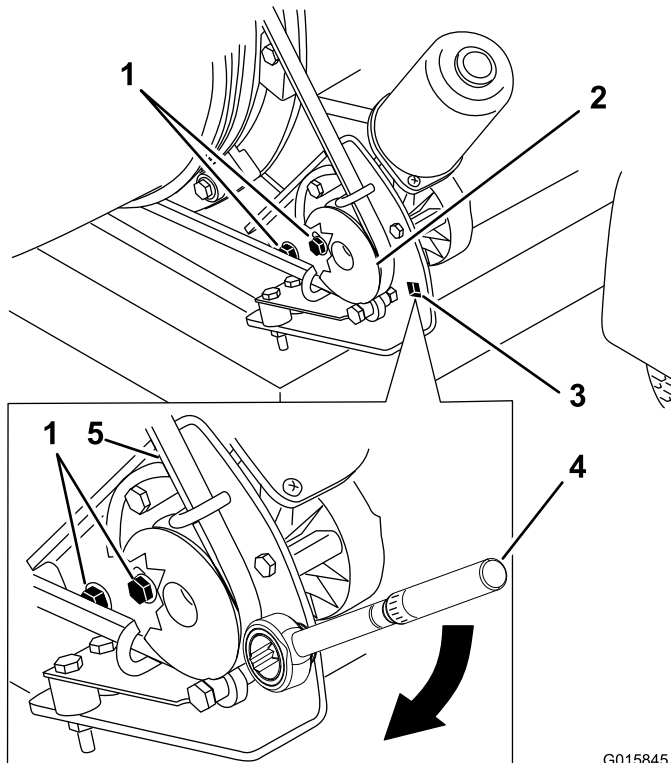

図 25
1. プーリ取り付けブラケットをブローのフレームに固定しているボルトをゆるめる 図 25。
2. プーリ取り付けブラケットにトルクレンチをセットする 図 25。
3. ブラケットがノズルから離れる方向にレンチを締めて、締め付けトルクを 22.6-26.0 N·m 2.3-2.7 kg/cm2 = 200-230 in-lb とする 図 25。